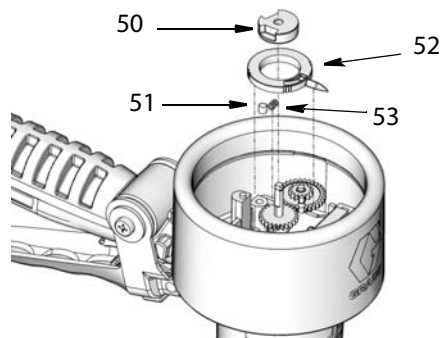

Рис. 23
4. Установите нижний указатель (52), пружину (53), штифт (51) и заглушку (50), как показано на Рис. 23. Используйте торцевой гаечный ключ, чтобы затянуть зажимный винт заглушки.